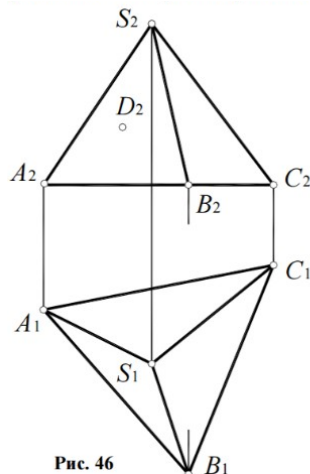

Рис. 46
1. Дана пирамида  $SABC$  (рис. 46). Построить фронтальную проекцию точки  $E$ , лежащей в грани  $SBC$ . Через точку  $D$ , лежащую в грани  $DAB$ , провести в этой грани горизонталь.